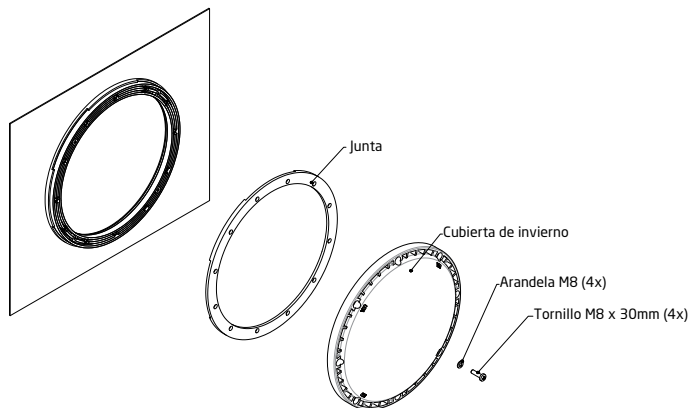

Figura 5
En áreas sujetas a temperaturas heladas, usted debería proteger su equipo. Le recomendamos que compre un kit de cobertura de invierno pieza# 2326000010K. Este kit incluye una (1) placa de invierno, una (1) junta, cuatro (4) arandelas M8, y cuatro (4) tornillos M8 x 30mm. (Ver Figura 5). **DEBE SER INSTALADO SOLAMENTE** por un profesional de la industria de piscinas experimentado y calificado.